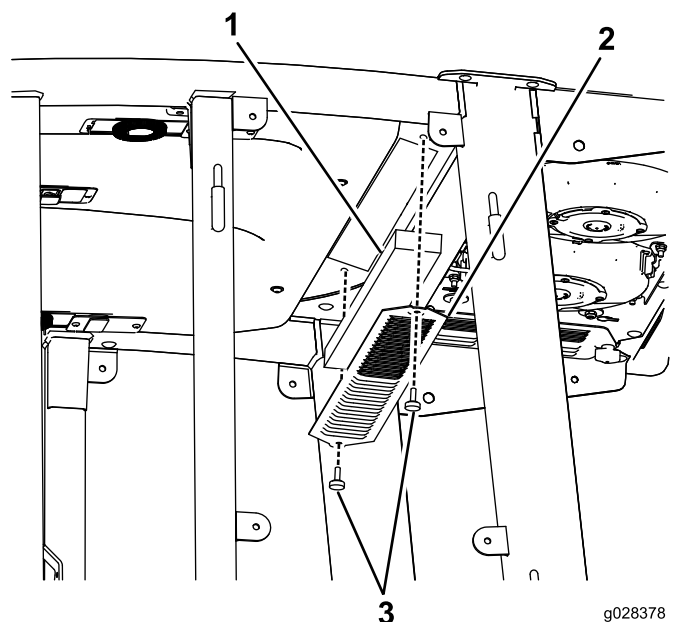
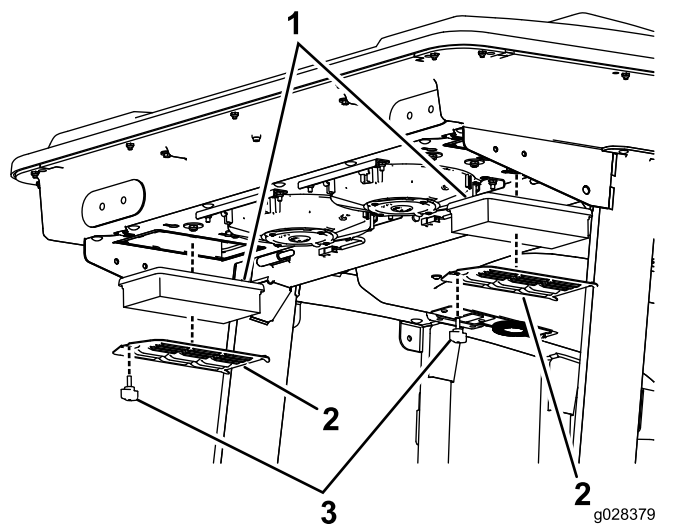
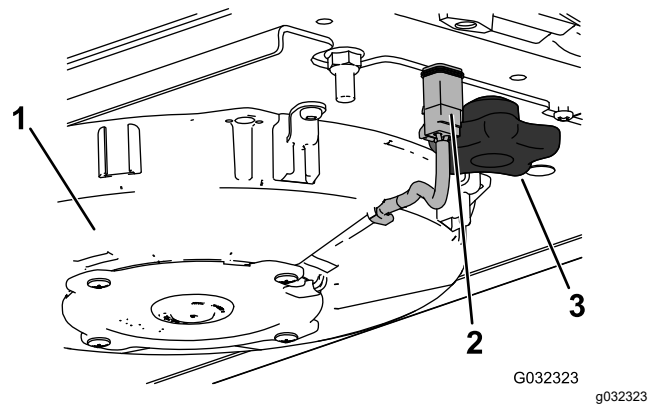
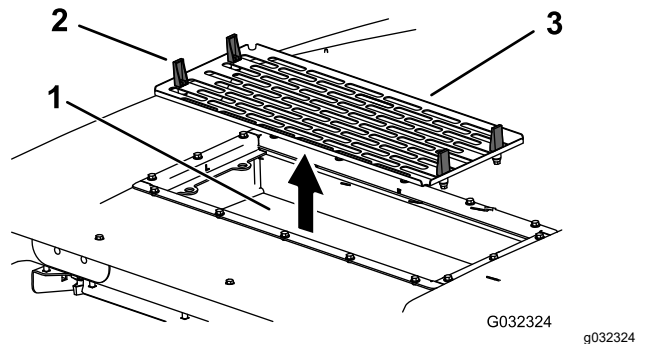

Figura 93
Figura 94
Figura 96
Figura 97
1. Remova os parafusos e as grelhas dos filtros de ar interior e traseiro da cabina (**Figura 93** e **Figura 94**).
4. Retire os filtros de ar (Figura 94).
6. Instale os filtros de ar, painel e conjunto da ventoinha (Figura 94, Figura 96 e Figura 97).
7. Ligue o fio de cada uma das ventoinhas (Figura 96).